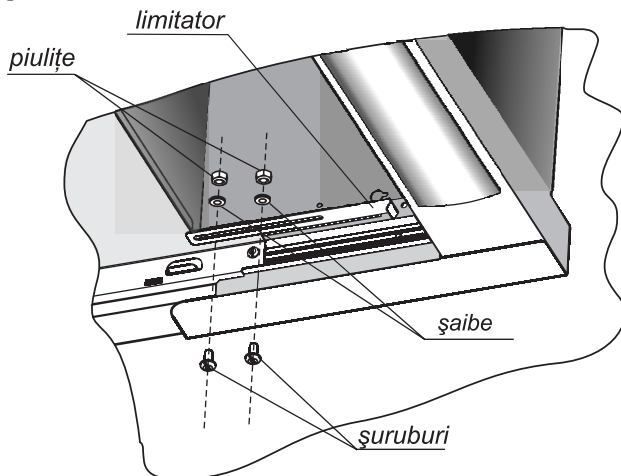
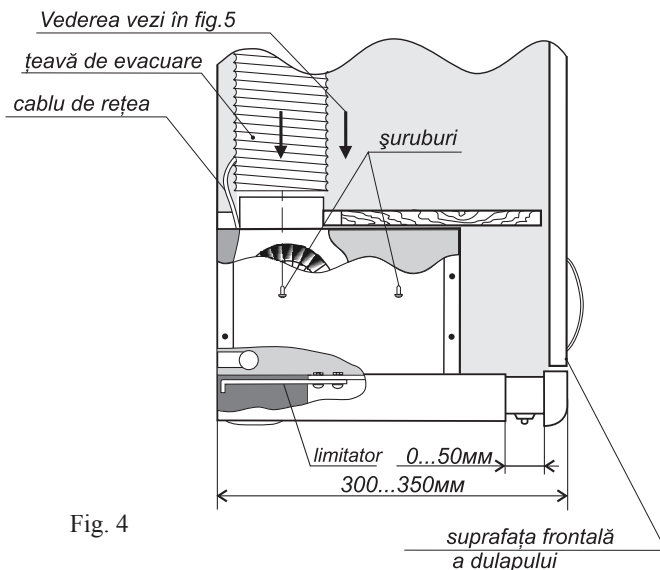

Fig. 3
Fig. 4
- 6.2 Hota este prevăzută să fie montată într-un dulap cu adâncimea de 300 mm. Totodată, suprafața frontală a dulapului și panoul hotei se vor afla în același plan. La o adâncime mai mare a dulapului (pînă la 350 mm), puteți regla mersul panoului mobil astfel ca în poziție închisă acesta să fie la același nivel cu suprafața frontală a dulapului. Pentru aceasta fixați limitatorul (fig. 3) și reglați deschiderea acestuia (fig. 4). Dacă adâncimea dulapului Dvs. depășește 350 mm, la confecționarea lui spațiul de după hotă trebuie închis cu un panou de mobilă.
- Introduceți hota cu filtrele scoase în cavitatea dulapului și notați din interior 4 orificii de fixare după bolta de sus a hotei (fig.4).